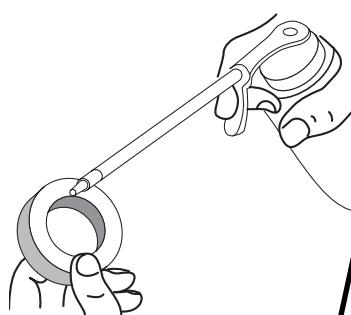

Fig. 24
- Aplique suficiente aceite limpio SAE 30 para recubrir ligeramente el filtro (Fig. 24).